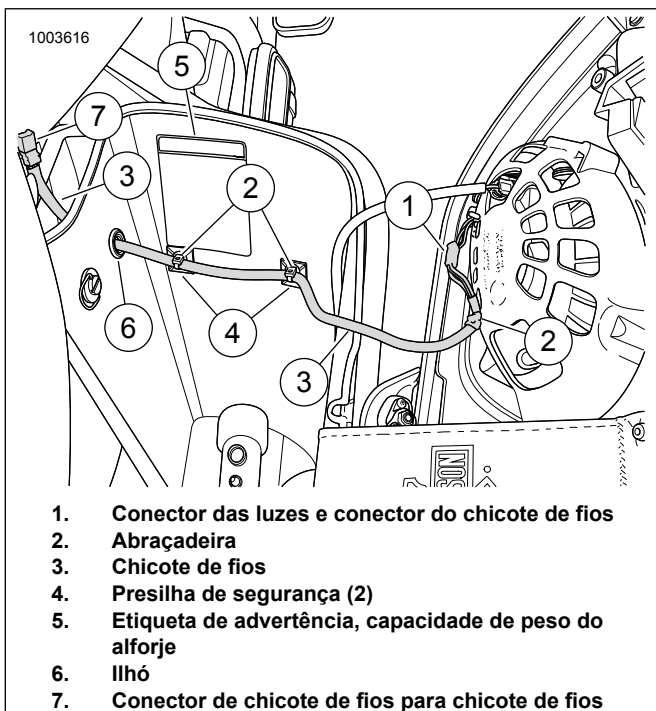

Figura 8. Orientação dos fios do alforje
15. Veja a figura 8. Deslize o ilhó aproximadamente 11 cm (4-1/2 pol.) da extremidade do chicote de fios fora do alforje. Isso deixará aproximadamente 11 cm (4-1/2 pol.) para fora do alforje assim que o ilhó for instalado.
17. Junte os conectores (1) do componente de LED no chicote de fios. Fixe o chicote de fios no alto-falante próximo da conexão com as abraçadeiras (2)